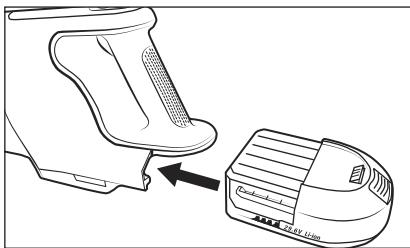

Fig. 3
- Insérez la batterie 2 dans l'appareil jusqu'à ce qu'elle s'enclenche de manière audible avec un clic (voir fig. 3).